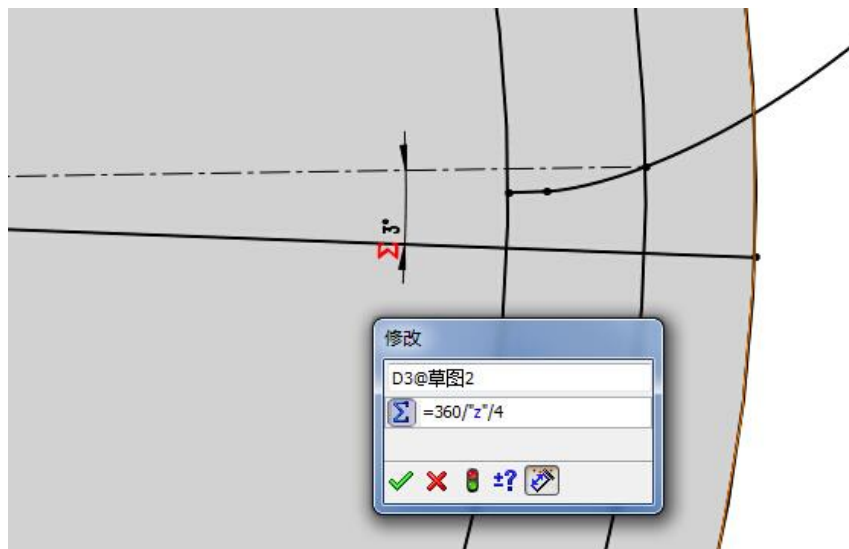

图 3-44 修改角度
(4) 调整参考直线与齿形中心线之间的角度，根据齿轮几何关系，在“修改”对话框中修改其角度关系为 $=360/{}^{\circ}z/4$ ，如图 3-44 所示。